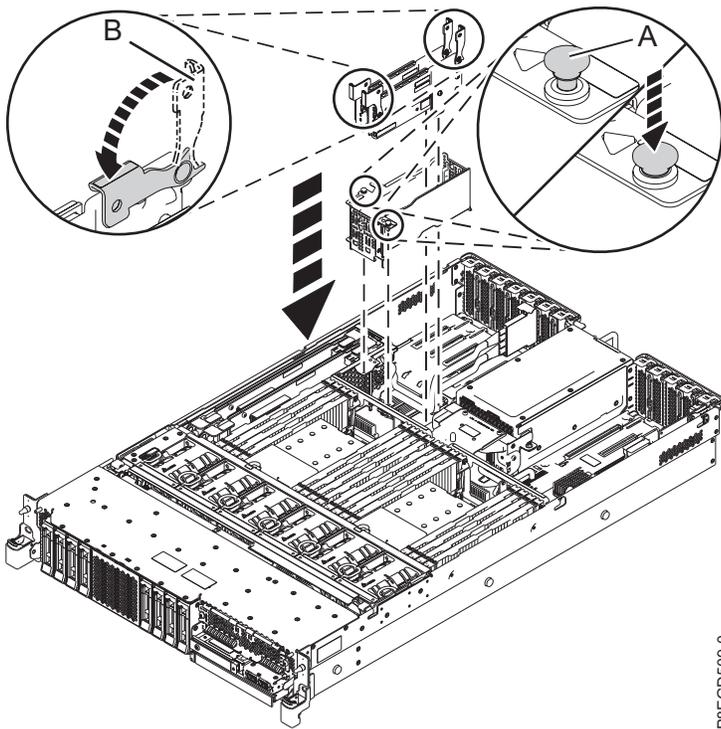

Abbildung 9. Gehäuse des Stromversorgungsmoduls austauschen
13. Tauschen Sie das Sicherungsgehäuse des Stromversorgungsmoduls aus, indem Sie die Rückseite des Gehäuses an der Rückwandplatine des Systems einhaken. Neigen Sie das Gehäuse nach unten und befestigen Sie es, indem Sie die zwei Druckstifte aus Plastik (**A**) nach unten drücken (siehe Abb. 9). Stellen Sie sicher, dass beide hinteren SAS-Kabel ordnungsgemäß unter dem Sicherungsgehäuse des Stromversorgungsmoduls verlegt wurden und nicht durch das Blech des Gehäuses eingeklemmt werden.
14. Tauschen Sie beide Sicherungskarten des Stromversorgungsmoduls aus. Halten Sie die Karten an den zugehörigen blauen Griffen (**B**) und installieren Sie sie in der entsprechenden Aussparung. Drücken Sie anschließend die blauen Griffe in die in Abb. 9 angezeigte Richtung.